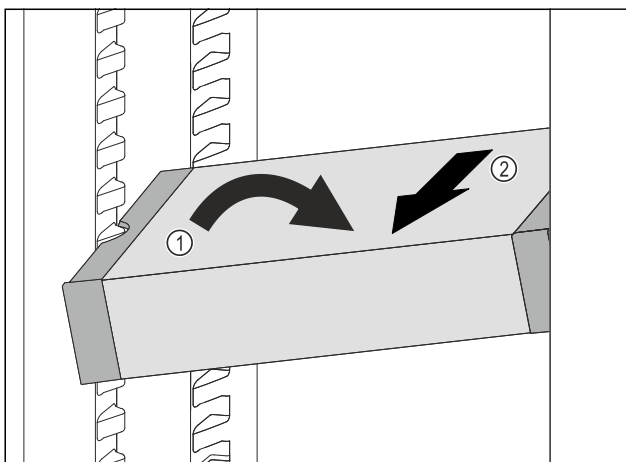

Fig. 98
- ▶ Incliner le VarioSafe dans la partie réfrigérateur. Fig. 98 (1)
- ▶ Sortir le tiroir VarioSafe par l'avant. Fig. 98 (2)